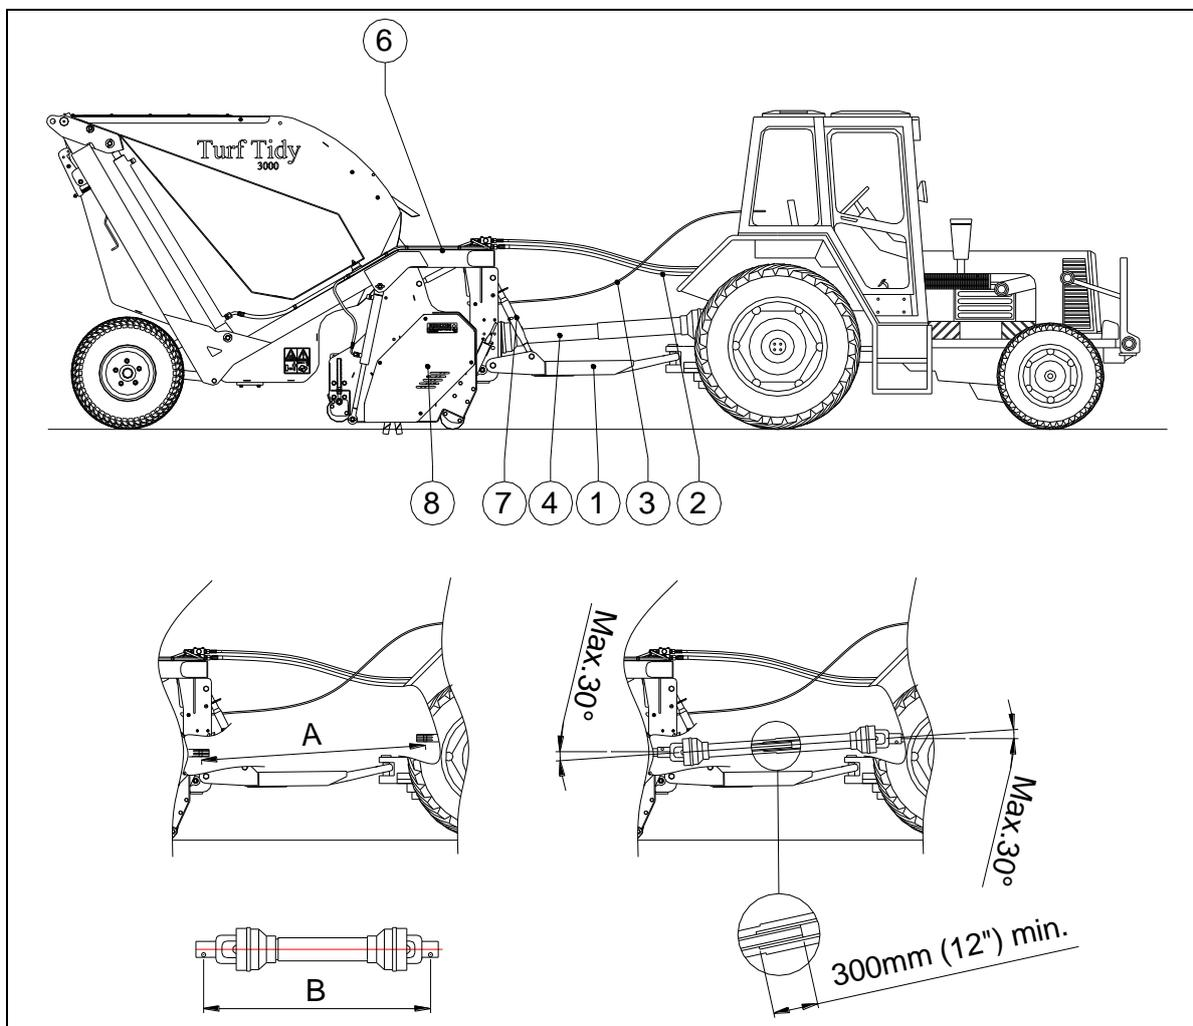

Fig.8
O método de engate é o seguinte: Fig. 8)
**O comprimento muda quando a cabeça 8 (veja Fig.8) for levantada, quando é usado outro tractor ou forem feitas curvas.**
Para que a tomada de força tenha o comprimento certo quando for adquirido ou usado um outro tractor, proceda da seguinte maneira: (veja Fig.8)